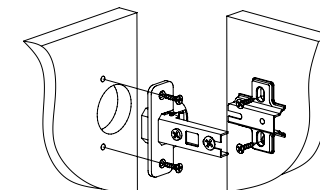

Рис.3
2. При помощи шурупов 3,5x16 установить петли на двери со стеклом и ответные планки петель на детали 5, 6 (Рис. 3).